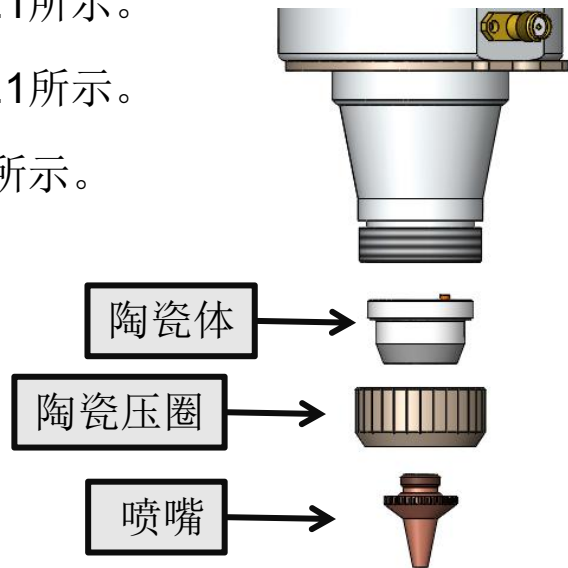

图4.1
- ① 切割工作时应使用干燥、纯净的辅助气体。气体中含水、油等杂质时工作间隙会发生突变，甚至造成传感器工作失常。建议使用高纯氧气，同时配置气体干燥器、油水分离器等装置。
- ② 传感器污损后要予以清洁。要用干净、干燥的棉布等清洁，不要用液体清洗切割头及陶瓷，清洁后要正确连接装配。
- ③ 陶瓷体损坏后可以更换。更换后要与放大器一起通过复位操作对电气系统进行初始化。
- ④ 切割嘴的形状、尺寸都直接影响传感器的特性。因此必须使用规定的切割嘴。
- ① 逆时针旋转拆下喷嘴，如图4.1所示。
- ② 逆时针旋下陶瓷压圈，如图4.1所示。
- ③ 竖直向下取出陶瓷，如图4.1所示。